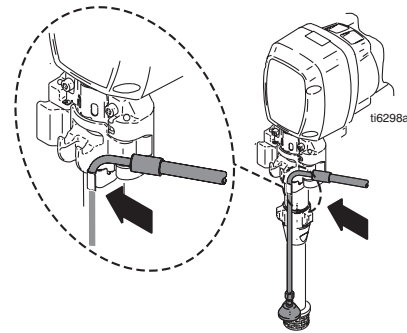

FIG. 28
7. FIG. 28. Sujete la manguera de drenaje al pulverizador.